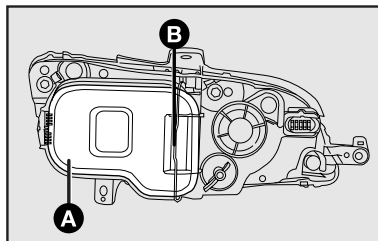
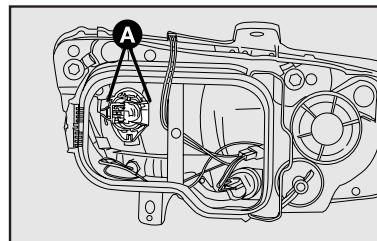

fig. 24
fig. 26
1) retirar la tapa plástica **A-fig. 24** para tener acceso a las lámparas des-trabando la traba **B-fig. 24**;
3) quitar el portalámparas presio-nando las presillas **A-fig. 26** abriéndolas lateralmente;
6) reenganchar la presilla de fija-ción **A-fig. 26** y reconectar la lámparas, colocando por último la tapa plástica **A-fig. 24**.
1) retirar la tapa plástica desplazando la traba **A**-fig. 24;